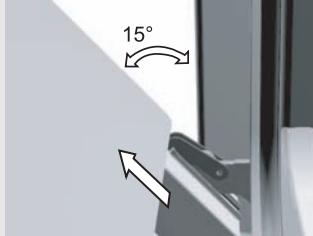

рис. 2
- Чтобы снять внутреннее, третье, стекло (в некоторых моделях), открутите винты на креплениях стекла и приподнимите его (рис. 2). Перед очисткой снимите крепления стекла.
- Медленно закрывайте дверцу, пока фиксаторы не упрются в прорези на дверце. Приблизительно при 15° (относительно закрытой дверцы) дверцу немного приподнимите и извлеките из гнезд шарниров на корпусе прибора (рис. 2).